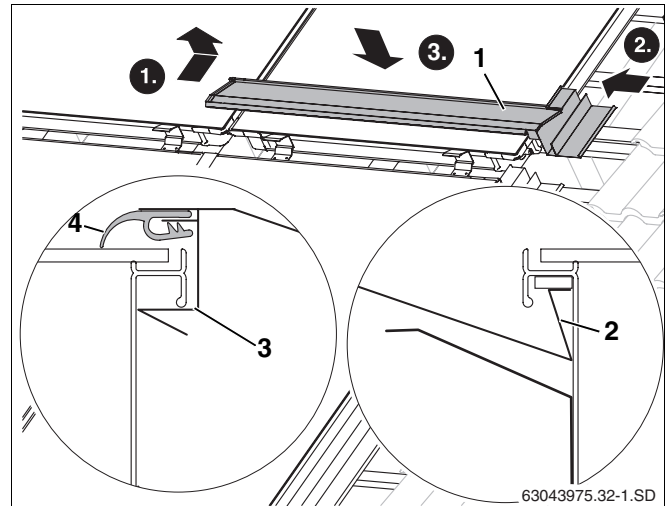

Fig. 50 Colocar la primera chapa protectora central
- ▶ Sitúe el canto de la chapa protectora (fig. 50, **pos. 2**) en la empuñadura del marco del colector.
- ▶ Introduzca la chapa protectora (fig. 50, **pos. 1**) hacia el colector, en la chapa protectora lateral derecha.
- ▶ Haciendo presión en la parte superior de la chapa protectora, encaja por debajo de la empuñadura del marco del colector (fig. 50, **pos. 3**).
- ▶ Coloque la falda de goma del colector de escape (fig. 50, **pos. 4**) en la parte superior del mismo y tire de ella hacia adelante.